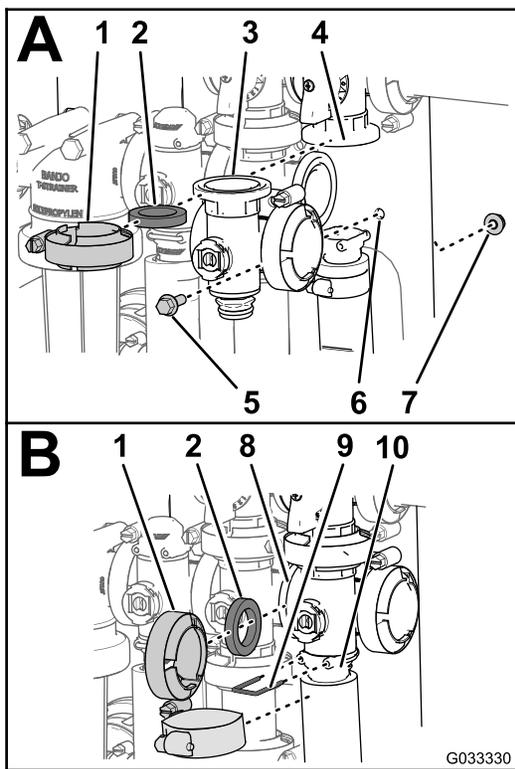

Рисунок 82
1. Совместите фланец коллектора главного клапана секций, 1 прокладку и фланец главного клапана перепуска секций (Рисунок 82А).
- Смонтируйте коллектор главного клапана секций, прокладку и главный клапан перепуска секций с помощью хомута, затянув его от руки (Рисунок 82А).
- Совместите фланец коллектора главного клапана секций, прокладку и коллектор клапана перемешивания (Рисунок 82В).
- Смонтируйте коллектор главного клапана секций, прокладку и коллектор клапана перемешивания с помощью хомута, затянув его от руки (Рисунок 82В).
- Совместите фланец коллектора главного клапана секций и прокладку с корпусом главного клапана секций (Рисунок 82В).
- Смонтируйте коллектор главного клапана секций и гнездо с помощью хомута, затянув его от руки (Рисунок 82В).
- Прикрепите штуцер торцевой крышки к выпускному штуцеру, вставив держатель в выпускной штуцер (Рисунок 82В).